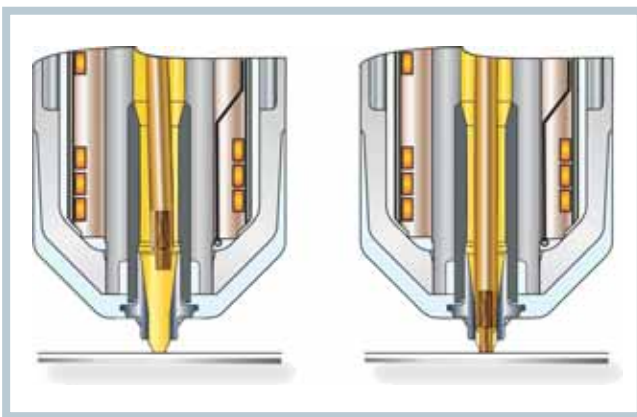

Fig. 4. Presentation of the needle bush’s short version (VA) made from PA (powder metal) steel. The needle closes the injection point right inside the cavity
Grund für die Positionierung der Düsen in einem Sammelgehäuse ist die kompakte Anordnung der Leiterbahnelemente und das daraus resultierende enge Stichmaß. Deshalb kommt an dieser Stelle die kurze Nadelführung VA zum Einsatz (Bild 4); hier verschließt die Nadel
Bild 4. Darstellung der Nadelführung in der kurzen Variante (VA) aus pulvermetallurgisch hergestelltem Stahl. Die Nadel verschließt den Anspritzpunkt direkt in der Kavität
The nozzles sit in one single casing, because the conductor tracks are very densely placed, which leads to very small dimensions inside. The short VA needle bushing (Fig. 4) is therefore used here; the needle shuts the injection point right in the mold insert. Two aspects are of cru-